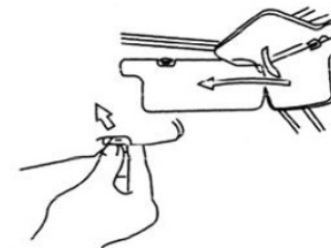

Figura 3.1.10.5
f. Interruptor de luz interna delantera (ver Figura 3.1.10.6)